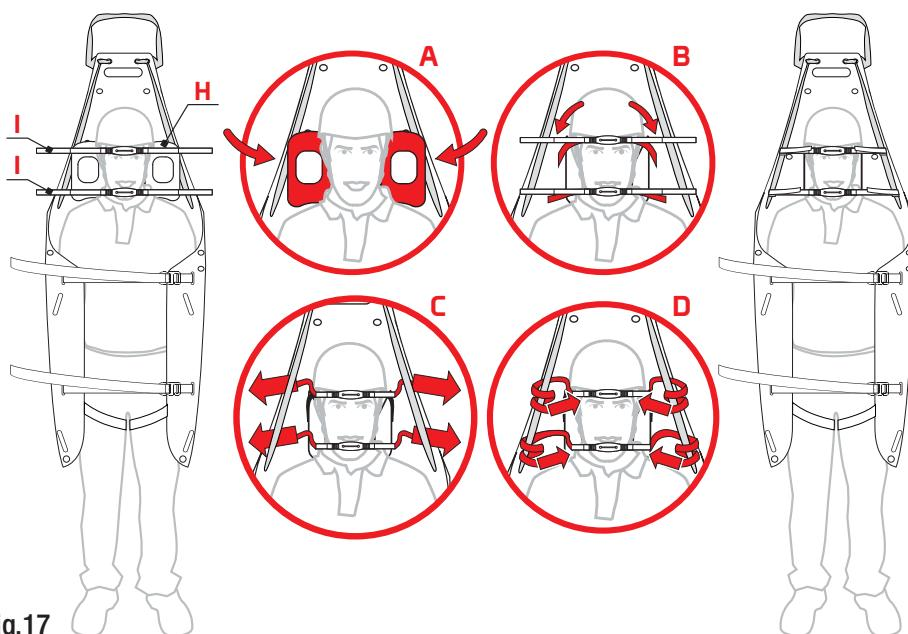

Fig.17
- fije las cintas para barbilla (I) en el reposacabezas HRP (H) mediante el velcro (fig. 17),
- enrolle el velcro de las cintas para barbilla (I) alrededor de la cuerda (M) o de la cinta (E) y haga que se adhiera sobre sí mismo (fig. 17).